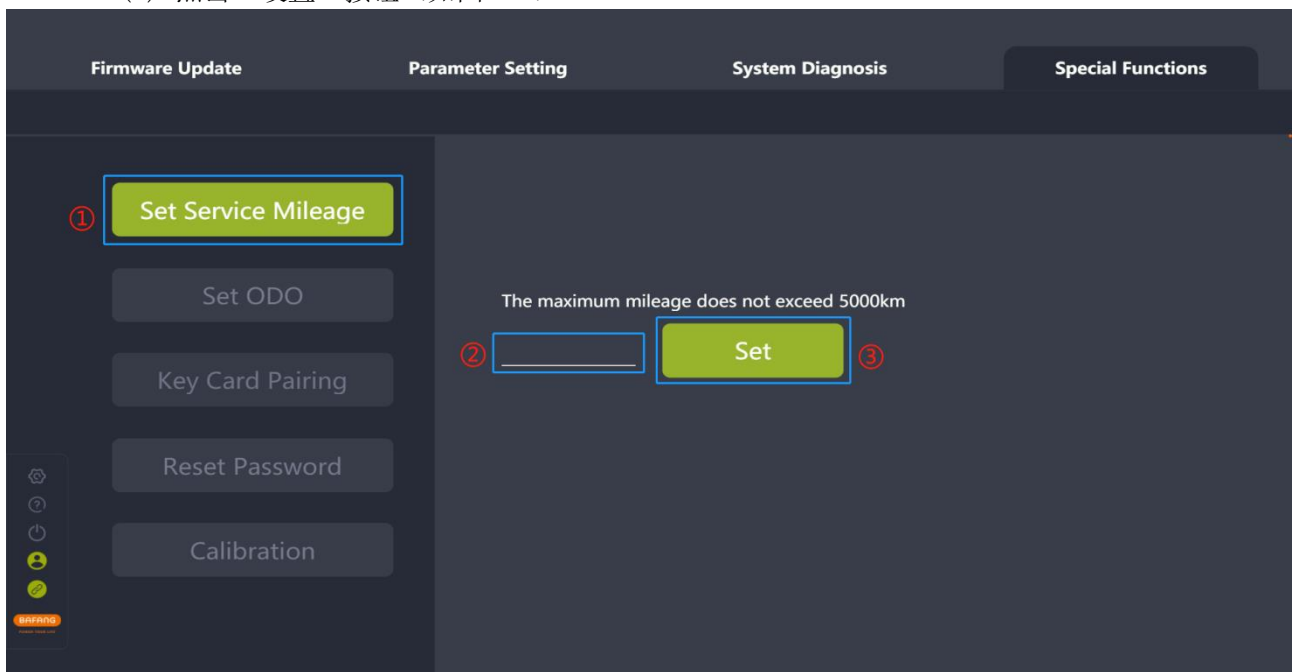

图 7-1 设置保养里程
- (1) 将 BESST 工具箱连接仪表，选中“设置保养里程”；
- (2) 确认仪表是否支持此功能，如果支持，在输入框中输入要设置的保养里程；
- (3) 点击“设置”按钮（如图 7-1）。